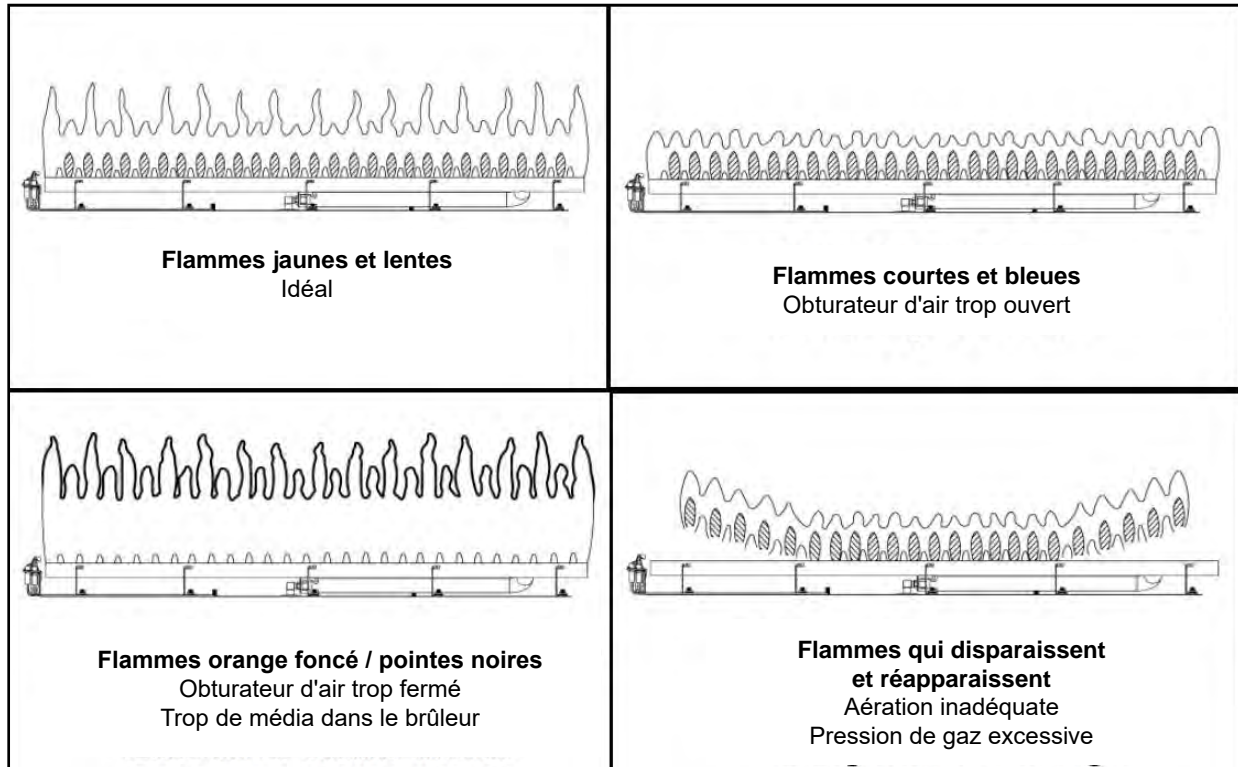
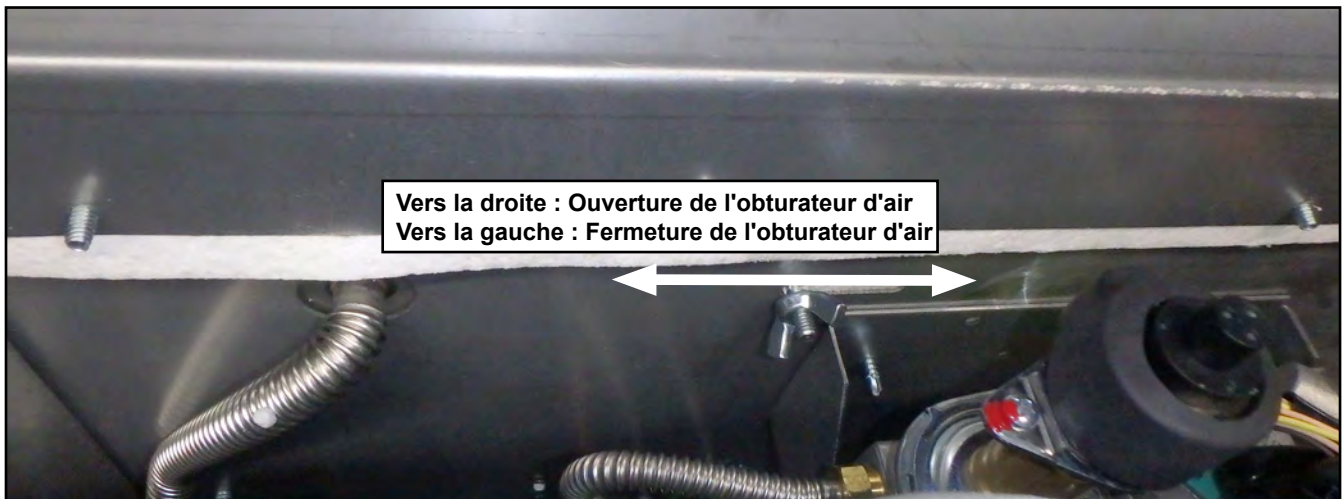

Figure 20.5.01:
Figure 20.5.02:
- Inspecter le brûleur principal et s'assurer qu'il s'allume dans les 4 secondes suivant l'ouverture de la vanne de gaz principale. Les flammes doivent correspondre à celles illustrées à la **Figure 20.5.01**.
Le 22-DVIE22LN-1 inclut un obturateur d'air situé sous le cadre vitré du foyer, servant à ajuster le débit d'air primaire pour obtenir le patron de flammes idéal, tel que montré à la **Figure 20.5.01**. Pour l'ajuster, utilisez un tournevis pour tourner la vis de réglage de l'obturateur d'air, tel que montré à la **Figure 20.5.02**. Pour ouvrir l'obturateur d'air et augmenter le débit d'air au brûleur, tourner la vis de réglage en sens horaire. Pour fermer l'obturateur d'air et réduire le débit d'air au brûleur, tourner la vis de réglage en sens antihoraire.